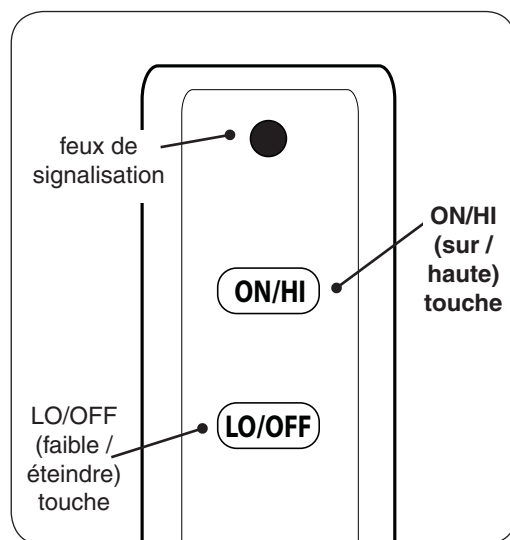

Fig. 28-1 Détail télécommande
2. Localiser la télécommande et appuyez sur le touche **ON/HI** (voir Fig. 28-1). La séquence d'allumage commence.